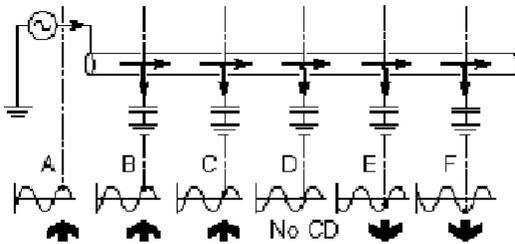

Figure 9.2: CDリセット
図9.2は、地面に対して大きな静電容量を持つ埋設ラインを示しています。これは、ラインに沿って発生する段階的な位相シフトを示しています。この図は、各波形の基準点を示しています。最初は、基準点は正の半周期 (A) のピーク最上点に発生します。それは徐々にゼロ交差点 (D) に向かって移動し、負の半周期 (F) のピークで終わります。方向が前方から後方にシフトしました。中間点 (D) では、電流の流れを決定できません。この時点で、RD8200受信機のCD矢印は点滅します。図に示す例では、CD読み取りが達成された最後のポイントである (C) に戻り、CDリセットを実行すると、(C) での応答は (A) の応答と同等になります。